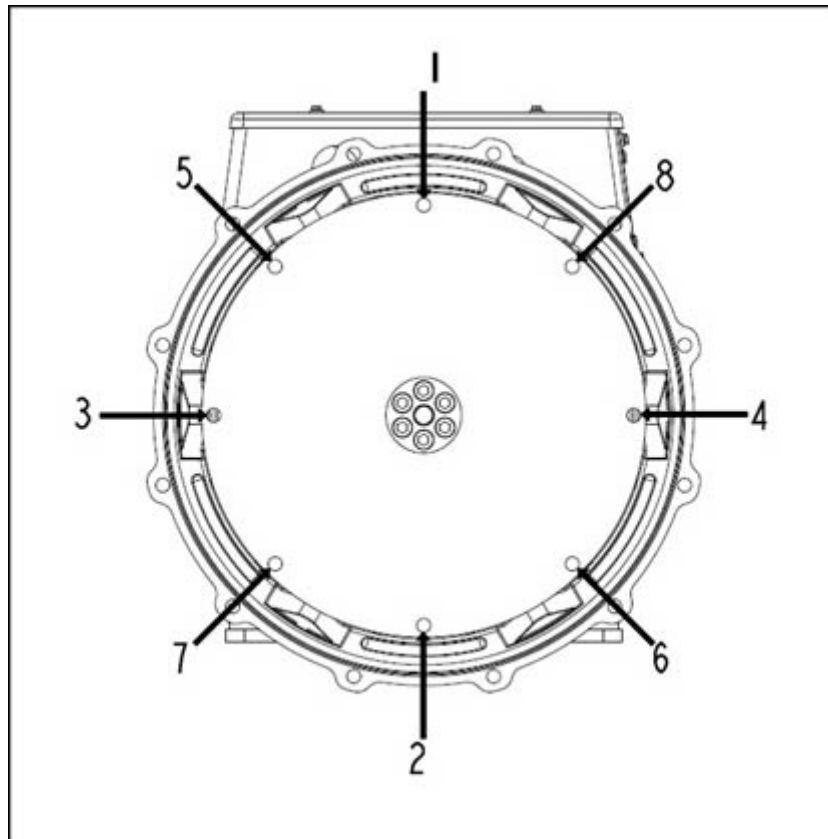

図 11. フライホイールの固定手順
- 表示の順番で、ボルトを締め付けて、カップリング ディスクをフライホイールに固定します 図 11 ページ 28。